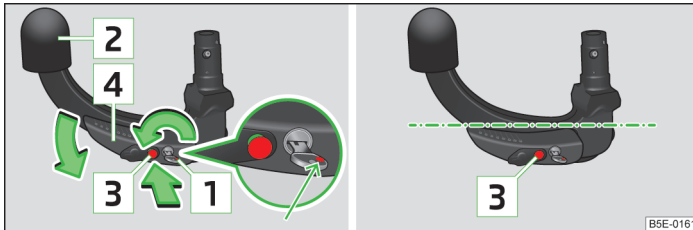

Abb. 143 Bereitschaftsstellung einstellen / Bereitschaftsstellung
- › Den Schlüssel **1** drehen, sodass seine rote Markierung sichtbar ist » **Abb. 143.**